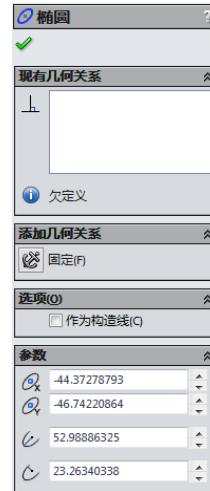

图 2-35 “椭圆”属性管理器
**04** 确定椭圆的短半轴。移动光标，在图中合适的位置单击，确定椭圆的短半轴  $r$ ，此时会出现如图 2-35 所示的“椭圆”属性管理器。